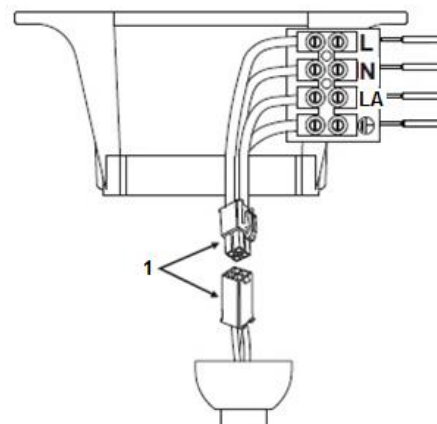

Fig. 12
- Collegate la spina femmina (motore del ventilatore) alla spina maschio (staffa di montaggio) (1 - Fig. 12).